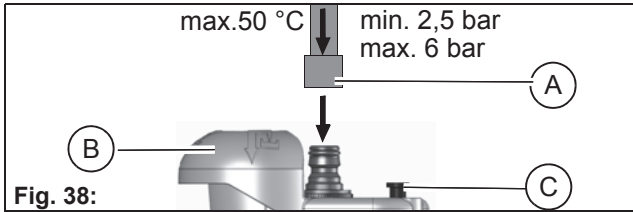

Fig. 38:
1. Fixer le raccordement d'eau **Fig. 38-A**. Ne pas encore ouvrir l'arrivée d'eau !
2. Appuyer sur le bouton de commande **Fig. 38-B**. Le bouton indicateur **Fig. 38-C** dé passe.
4. Lorsque le réservoir est plein, l'unité de remplissage s'arrête automatique-ment. Le bouton indicateur **Fig. 38-C** ne dépasse plus.
La machine peut également être remplie manuellement par l'orifice dans le bouton de commande **Fig. 38-B**. Contrôler le niveau de remplissage à l'aide de l'indicateur de niveau de remplissage **Fig. 35-6**.